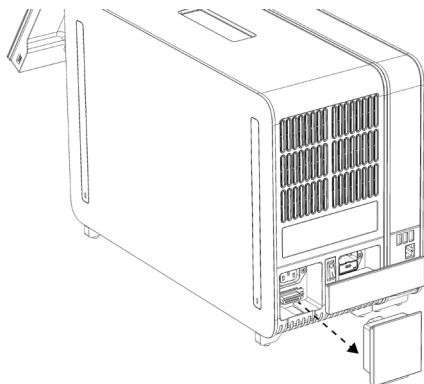

Рис. 12. Знімання заглушки.
- 1д. Зніміть заглушку на задній панелі аналітичного модуля (рис. 12).